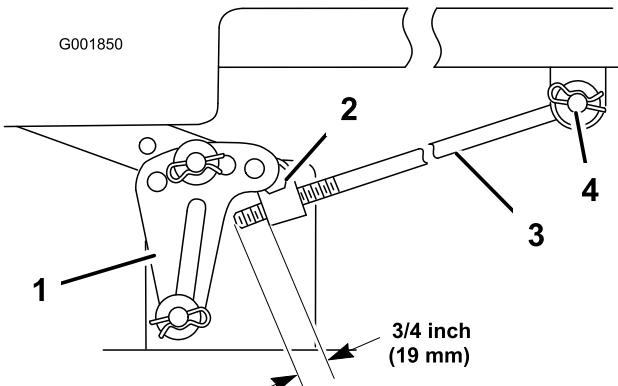

Figura 54
- Misurate la sporgenza dell'asta dal blocco di regolazione ai lati del telaio (Figura 54).
- Se l'asta **non** è lunga 19 mm, togliete la coppiaia a forcina e la rondella dall'estremità dell'asta di regolazione (Figura 54) e girate l'asta fino ad ottenere la lunghezza di 19 mm.